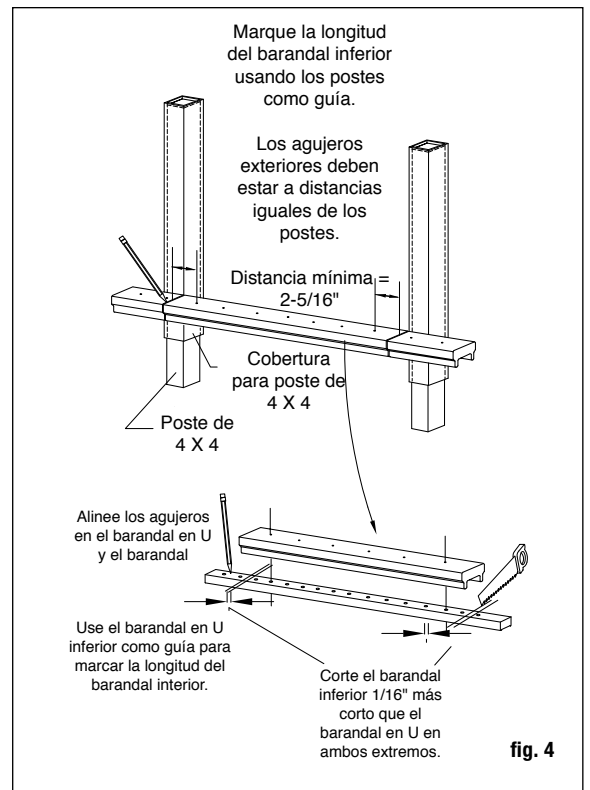

fig. 4
Paso 7 Nota: Para asegurarse de que los balaustres estén instalados verticales, los agujeros entre las secciones de barandal deben estar todos alineados. Consejo: Use un calibrador de pernos o una broca de taladro de 3/32" para asegurarse de que los agujeros están alineados. Usando el barandal inferior recortado como guía, coloque un barandal interior en el barandal inferior recortado y alinee los agujeros pretaladrados. Marque las líneas de corte en el barandal interior con un lápiz. Nota: Para considerar el grosor de los soportes, los barandales interiores deben ser 1/8" más cortos que los exteriores con todos los agujeros con una separación igual. Quite 1/16" adicional desde la marca de lápiz en cada extremo y recorte el barandal interior a la longitud adecuada. Repita para el segundo barandal interior (fig. 4).